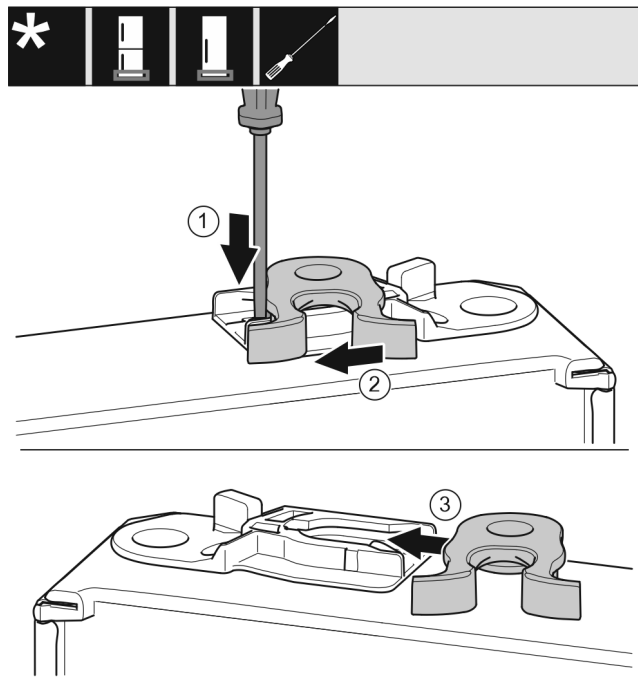

Fig. 18
- ▶ Spustelėkite antdėklą išdrožiniu atsuktuvu žemyn. Fig. 18 (1)
- ▶ Ištraukite uždarymo kablį iš kreipiklio. Fig. 18 (2)
- ▶ Uždarymo kablį kitoje pusėje įstumkite į kreipiklį. Fig. 18 (3)